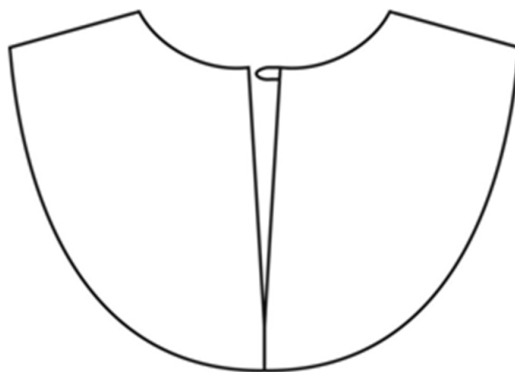

Рисунок 2
4. На правой стороне разреза вложить готовую петлю из косой бейки, таким образом, чтобы срезы петли уравнивались со срезами разреза, а сама петля располагалась с лицевой стороны. Затем обтачайте средние срезы спинки, шириной шва 15 мм. В углах горловины срежьте припуски наискосок для хорошего выправления уголков. Приутюжьте. Выверните на лицевую сторону. Выметайте край: горловины с образованием канта, также выметайте разрез на спинки только «в раскол» (по шву). Приутюжьте горловину и разрез (рис.2);